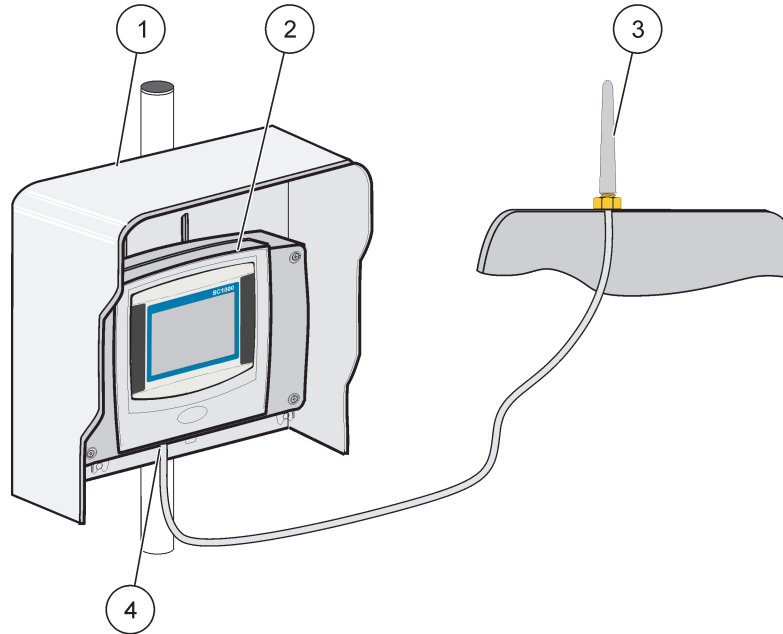

图 35 连接外部 GSM 天线
4. 将天线连接至显示器组件的 GSM 天线接口（图 7）。使用随附的适配器，将天线接头与 GSM 天线接口连接到一起（图 35）。